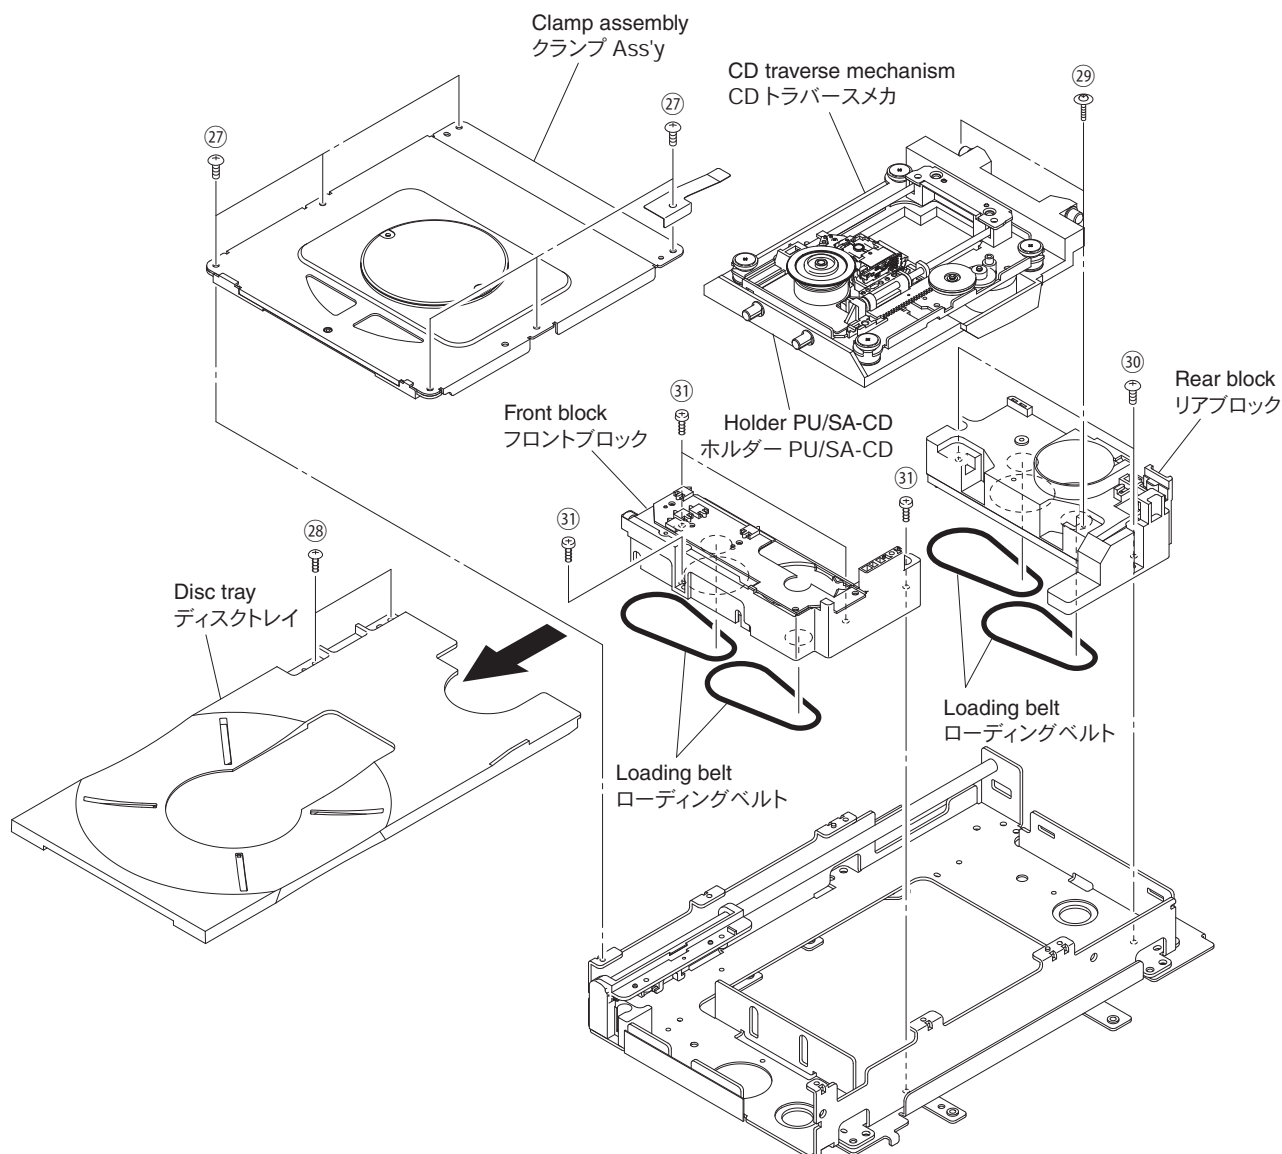

Fig. 12
- Remove 6 screws (27) and then remove the clamp assembly. (Fig. 12)
- Push out the disc tray by pushing its rear. (Fig. 12)
- Remove 2 screws (28) and then remove the disc tray. (Fig. 12)
- Remove 2 screws (29). (Fig. 12)
- Remove the CD traverse mechanism together with the holder PU/SA-CD. (Fig. 12)
- Remove 2 screws (30) and then remove the rear block. (Fig. 12)
- Remove the 2 loading belts. (Fig. 12)
- Remove 4 screws (31) and then remove the front block. (Fig. 12)
- 27 のネジ 6 本を外し、クランプ Ass'y を外します。(Fig. 12)
- ディスクトレイの後方を押し、ディスクトレイを押し出します。(Fig. 12)
- 28 のネジ 2 本を外し、ディスクトレイを外します。(Fig. 12)
- 29 のネジ 2 本を外します。(Fig. 12)
- CD トラバースメカをホルダー PU/SA-CD と一緒に外します。(Fig. 12)
- 30 のネジ 2 本を外し、リアブロックを外します。(Fig. 12)
- ローディングベルト 2 本を外します。(Fig. 12)
- 31 のネジ 4 本を外し、フロントブロックを外します。(Fig. 12)